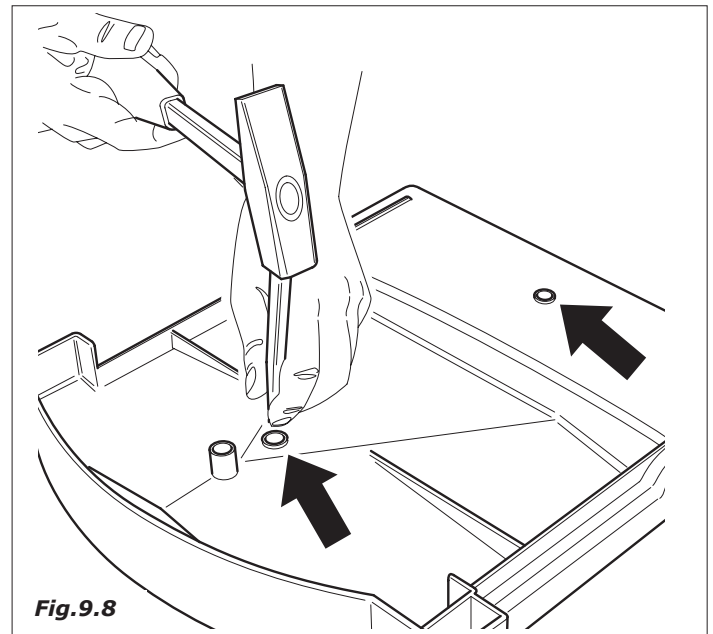

Fig.9.8
- Quitar la cubeta de recogida fondos líquidos, volcarla y practicar dos agujeros de descarga (Fig. 9.8).